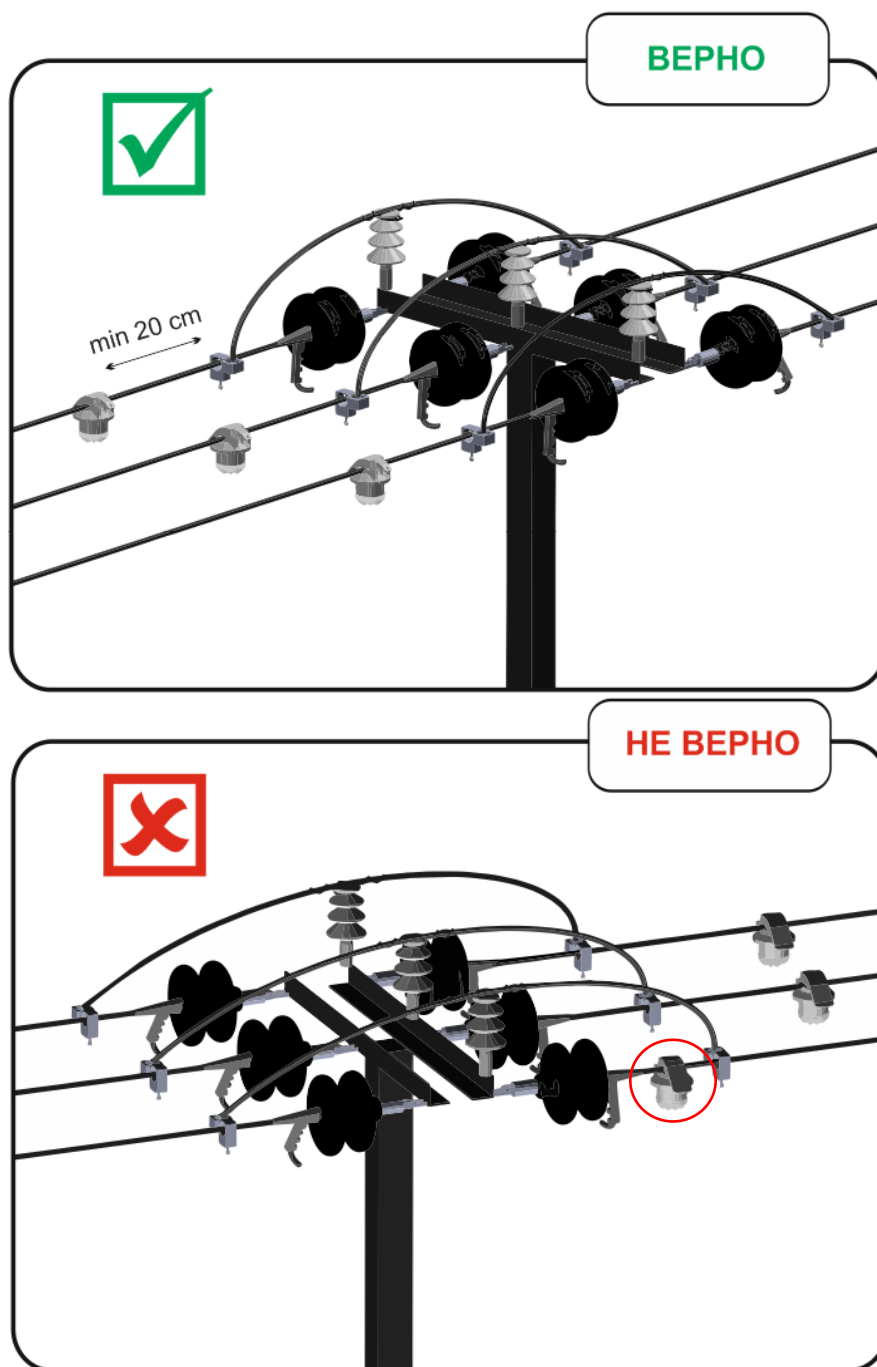

Рисунок 8 – Пример установки комплекта индикаторов ИКЗ-В34
2.4.2 Индикаторы устанавливаются непосредственно на провод на расстоянии 0,5-10 м от изоляторов. Примеры установки устройств комплекта индикаторов ИКЗ-В34-ТНЗ на линию приведены на рисунках (см. Рисунок 4 - Рисунок 8).